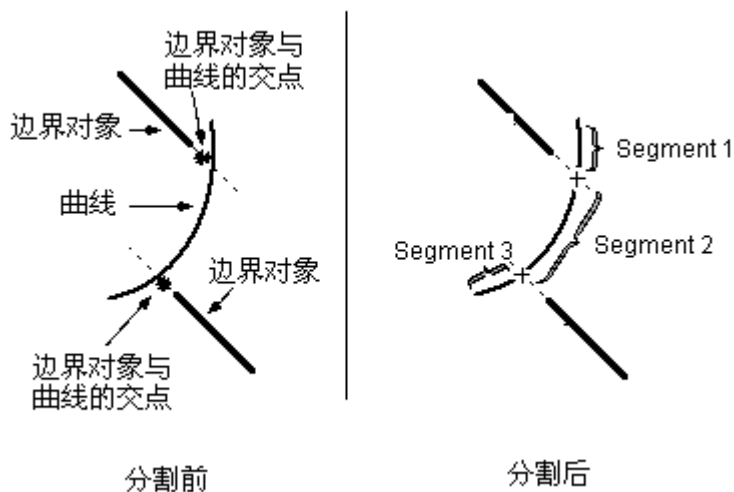

图 4.142 Segments by Bounding objects 分段
4.141 所示的 By Bounding objects 对话框。利用该对话框可分别定义点、直线和平面或表面作为边界对象来分割曲线。图 4.142 所示的就是这种分割方式的图例。